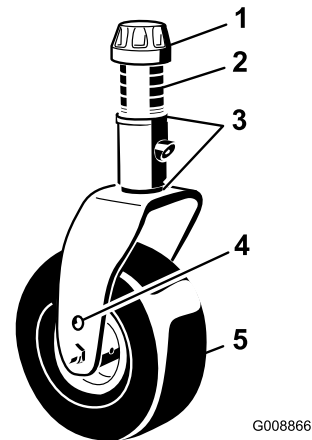

Figura 85
1. Retire el casquillo tensor del husillo y deslice el husillo fuera del brazo de la rueda giratoria (Figura 85).